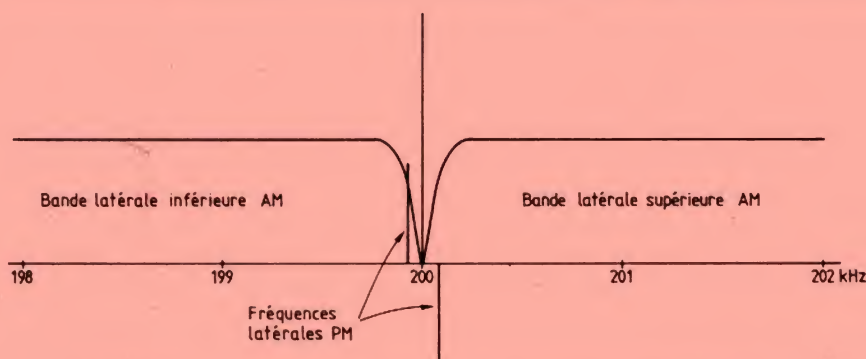
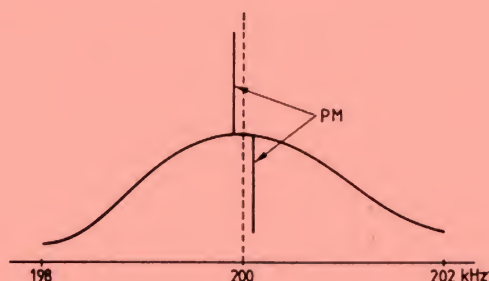

FIGURE 8. — Le radiotexte travaille en modulation de phase et avec des fréquences latérales qui sont très proches de la porteuse.
FIGURE 9. — En cas d'accord exact, les deux fréquences latérales de la modulation de phase se compensent exactement dans le démodulateur d'amplitude.
La figure 8 rappelle que le système travaille avec des fréquences latérales très proches de la porteuse (30 à 100 Hz), et que ces fréquences latérales apparaissent, à un démodulateur d'amplitude, comme se trouvant en opposition de phase. Lors d'un accord exact sur le sommet de la courbe de résonance du récepteur, comme dans la figure 9, il y a ainsi compensation parfaite de l'effet de la modulation de phase (PM).